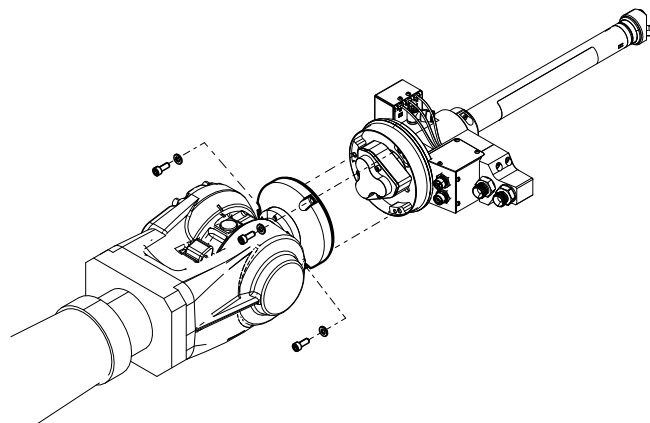

FIG. 8
5. Rimuovere le viti che fissano il corpo girevole (619) alla staffa di antirotazione.
6. Svitare le tre viti che fissano la pistola Switch 3D sulla flangia di montaggio del robot. Vedere FIG. 8.